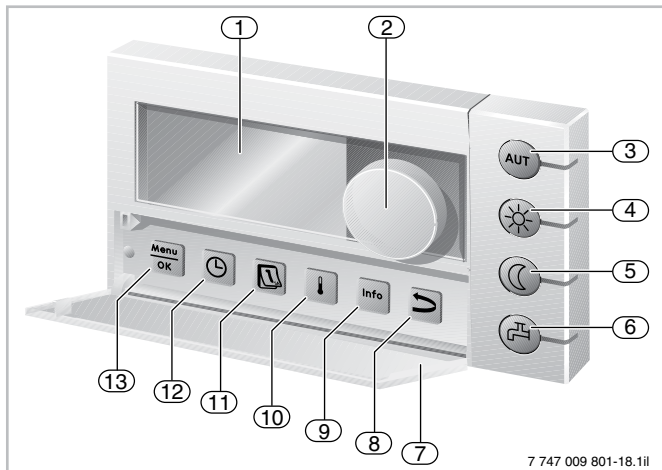

Fig. 30 Indicazioni ed elementi di servizio dell'unità di servizio RC35
Attraverso un cavo bus bipolare, l'unità di servizio RC35 (→ fig. 30) è collegata al sistema di regolazione Logamatic EMS, e viene rifornita di corrente. A scelta l'unità di servizio RC35 può essere direttamente innestata nella caldaia sul regolatore di base Logamatic BC10 o installata nel locale abitato con un supporto a parete. In caso di montaggio nel locale abitato, l'unità di servizio RC35 è indicata anche come comodo regolatore di temperatura locale.
Con la dotazione base dell'unità di servizio RC35 si può regolare un circuito di riscaldamento senza miscelatore, in funzione della temperatura del locale, in funzione della temperatura esterna oppure in funzione della temperatura esterna con compensazione da temperatura ambiente. Per una regolazione in funzione della temperatura del locale o per la compensazione da temperatura ambiente, l'unità di servizio RC35 deve essere installata nel locale di riferimento. Se non è il locale di riferimento il luogo di montaggio dell'unità di servizio RC35, sullo zoccolo della parete è possibile collegare una sonda di temperatura locale esterna. L'unità di servizio RC35 ha un orologio digitale programmabile a sei canali con otto programmi standard per la rappresentazione grafica dei cicli di attivazione nonché della temperatura esterna (con "stazione meteorologica" integrata). Se associata al sistema di regolazione Logamatic EMS e/o ai moduli WM10 e MM10 è inoltre possibile creare un proprio programma per ogni circuito di riscaldamento. Per la produzione di acqua calda con attivazione di una pompa di circolazione è disponibile un canale orario separato. Inoltre rientra fra le funzioni basilari la disinfezione termica, che può essere impostata in maniera variabile, e il carico accumulatore una tantum. Tutte le informazioni di rilievo dell'impianto di riscaldamento, inclusi gli avvisi di disfunzioni, della temperatura locale, dell'orario e del giorno della settimana possono essere rilevati con l'unità di servizio RC35 e visualizzati "in chiaro" su un display a LED in grado di visualizzare la grafica. Con l'aiuto di tasti opzione (→ fig. 30, pos. da 3 a pos. 5) possono essere impostati per l'esercizio di riscaldamento i tipi di esercizio "Automatico", "Riscaldamento continuo" e "Riscaldamento attenuato continuo". Il LED integrato indica il tipo di esercizio attuale.